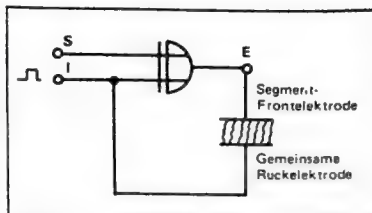
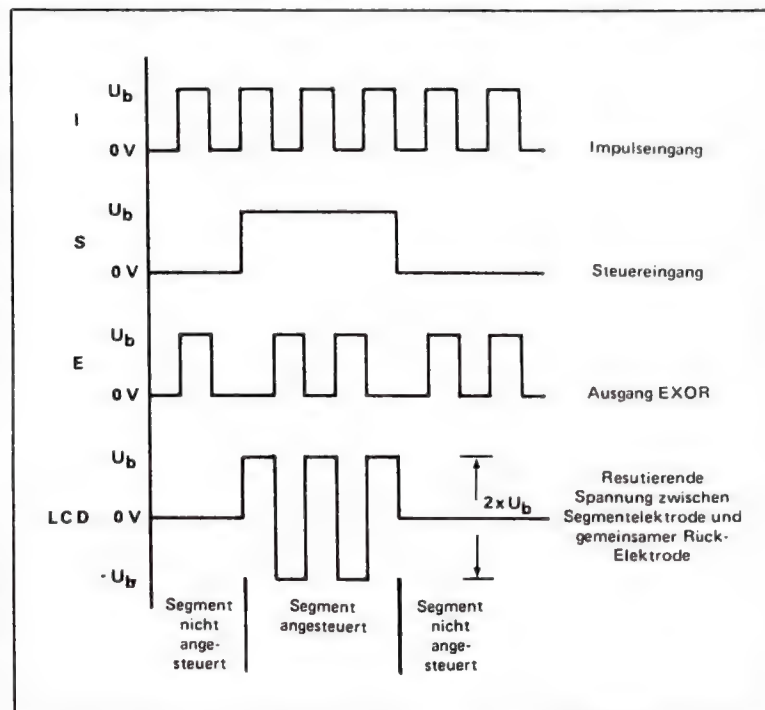

Bild 4. Die Schaltung zur Erzeugung der Wechselspannung.
Bild 5. Impulsdiagramm der Wechselspannungserzeugung. Die Resultierende Spannung wird durch Umpolen der Pegel an den Elektroden erreicht.
Bild 4. Überlagerung von zwei Spannungen mit gleicher Amplitude, aber unterschiedlicher Frequenz. Das Oszilloskop addiert die beiden Spannungen und gibt das Ergebnis als Schirmbild wieder.
Oder mit Zahlenwerten: Wenn der Mittelwellensender (HF) Hamburg 972 kHz mit einem Meßton (NF) 1 kHz moduliert wird, entstehen die beiden Frequenzen 972 kHz und 971 kHz. Über die Antenne werden in diesem Fall die drei separaten Frequenzen 971 kHz, 972 kHz und 973 kHz abgestrahlt (Bild 5).
Bild 5. Die Hochfrequenz von 972 kHz (Hamburg auf Mittelwelle), moduliert mit einem niederfrequenten Meßton von 1 kHz. Es entstehen drei separate Frequenzen im 1 kHz-Abstand.
Aus dem Aufbau ist auch das Ersatzschaltbild abzuleiten. Es ist ein Widerstand, zu dem ein Kondensator parallel geschaltet ist, siehe Bild 4. Der Widerstand erklärt sich aus den Elektroden mit den Flüssigkristallen dazwischen. Da die Kristalle fast nichtleitend sind, ist der Widerstand natürlich sehr hoch. Für eine ganze, 25 mm hohe Siebensegmentanzeige, also sieben Segmente parallel geschaltet, ergibt sich ein Wert in der Größenordnung von zehn Megohm. Ein beachtlicher Wert!
Der Trick besteht nun darin, daß mit Hilfe des EXOR die Polarität an den Elektroden des LCD ständig vertauscht wird. In Bild 4 ist die Ansteuerschaltung zu sehen, das zugehörige Impulsdiagramm zeigt Bild 5.